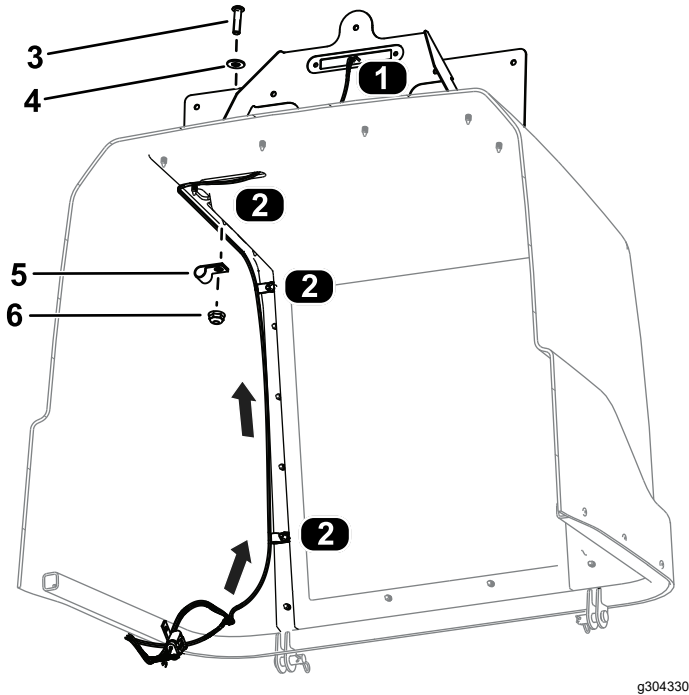

Figura 38
- Instradate il connettore del cablaggio preassemblato con l'etichetta LICENSE LIGHT (J01, J02) attraverso il cofano e collegatelo alla luce della targa (Figura 38).
- Fissate il cablaggio preassemblato al cofano utilizzando 3 viti a brugola (1/4" x 1"), 3 rondelle piane, 3 morsetti e 3 dadi flangiati (1/4") come mostrato nella Figura 38.